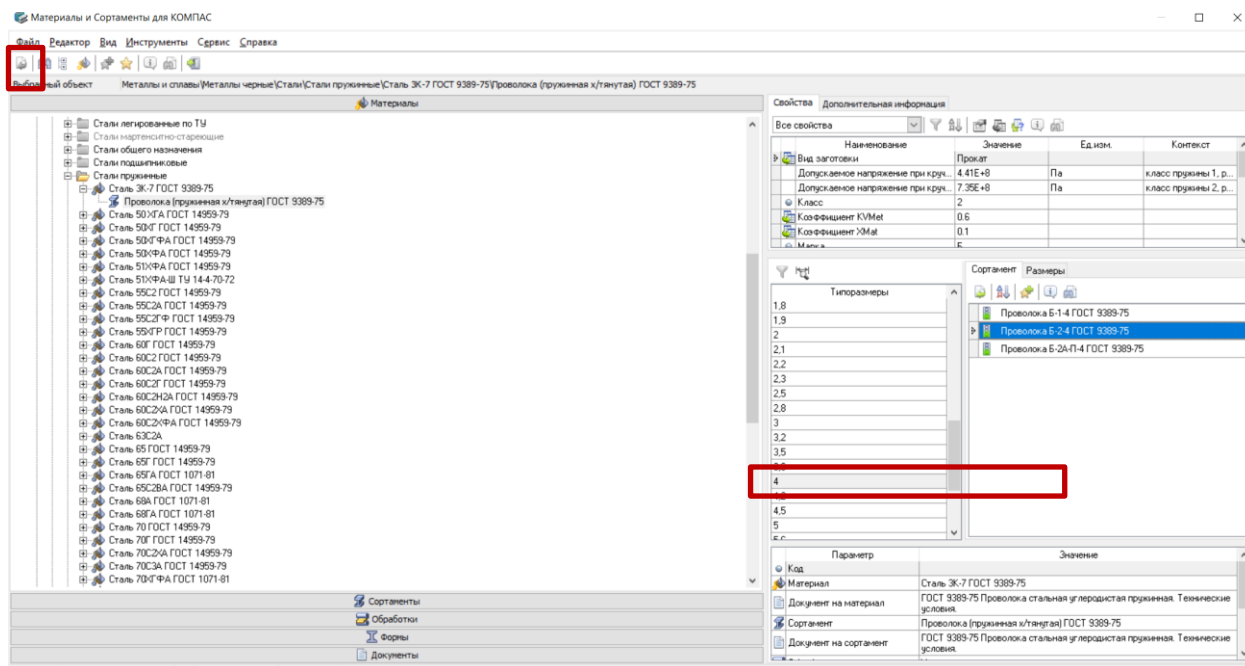

Рис. 18 Назначение материала для модели детали Пружина
- **Материал – Выбрать материал из справочника – Металлы и сплавы – Металлы черные – Стали – Стали пружинные – Сталь 3К 7 ГОСТ 9389–75 –Выбрать (рис. 18).**